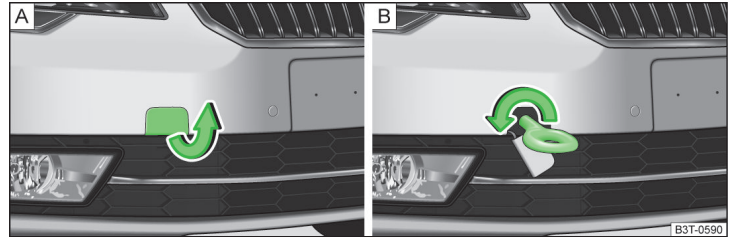

Fig. 185 Demontarea capacului / Montarea cârligului de tractare
- Detașați capacul din bara de protecție față » fig. 185 - A.
- Înșurubați cârligul de tractare spre stânga până la refuz » fig. 185 - B și strângeți-l cât mai ferm posibil. Pentru strângere cârligului, vă recomandăm să folosiți de exemplu cheia de roți, cârligul de ancorare al unui alt autovehicul sau un alt obiect asemănător, pe care să îl puteți introduce prin cârlig.